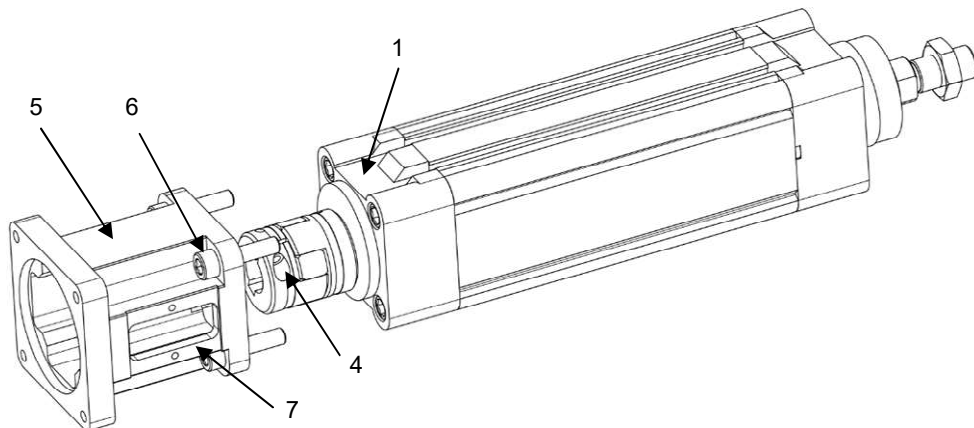

Рисунок 4 – Установка корпуса.
2) установить корпус (поз. 5), используя центрирующий пояс на крышке модуля (поз. 1) (см. рисунок 4). Закрепить корпус (поз. 5) с помощью прилагаемых винтов (поз. 6). **ВНИМАНИЕ!!!** При установке корпуса (поз. 5) отверстие под винт муфты со стороны двигателя (поз. 4) должно быть направлено в сторону крышки корпуса (поз. 7);